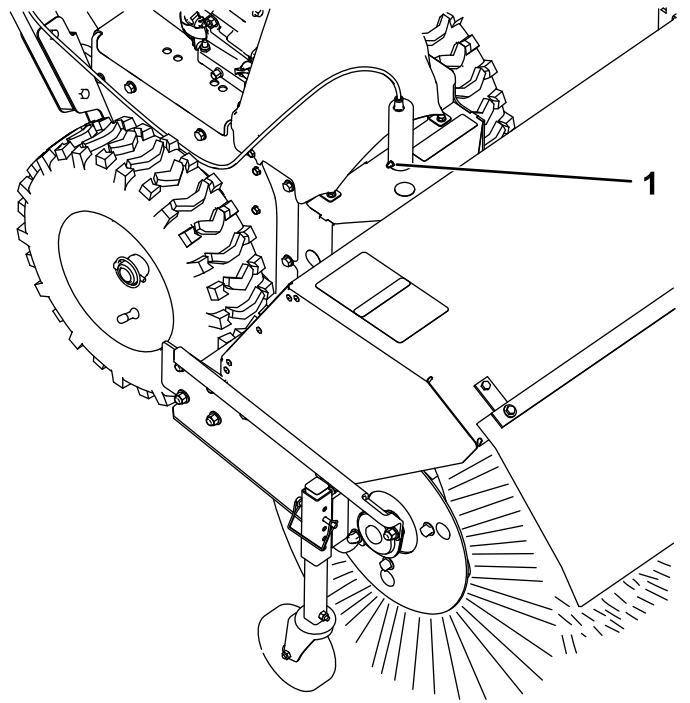

Bild 23
1. Fetten Sie den Arretierbolzen für den Kehrbürstenwinkel mit Nr. 2 Fett auf Lithiumbasis ein (Bild 23).